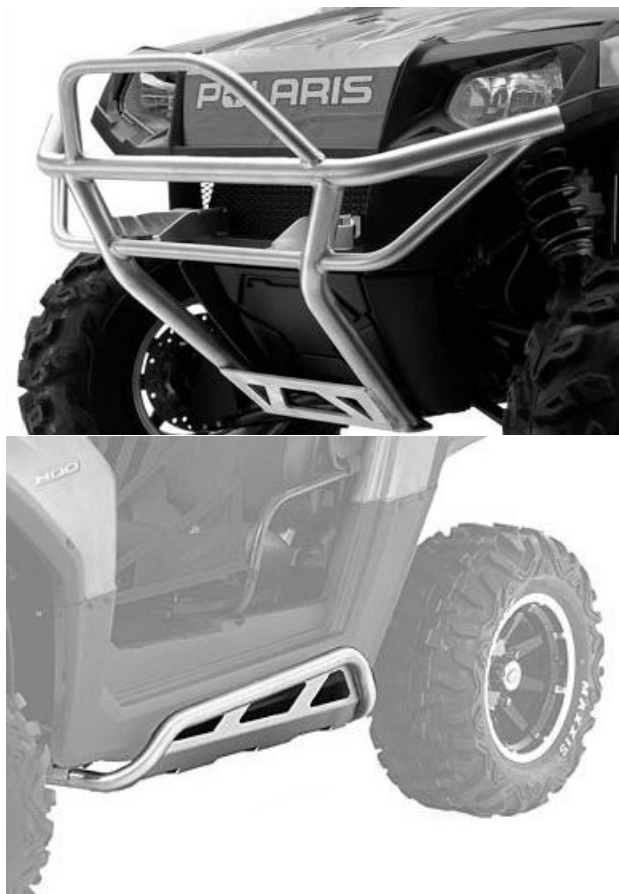

Fig. 29
4. Optionnellement, désinstaller le pare-chocs avant et les protecteurs latéraux, sur les véhicules équipés de ces options, en cas d'interférence entre ces accessoires et les systèmes de traction. Voir Fig. 29